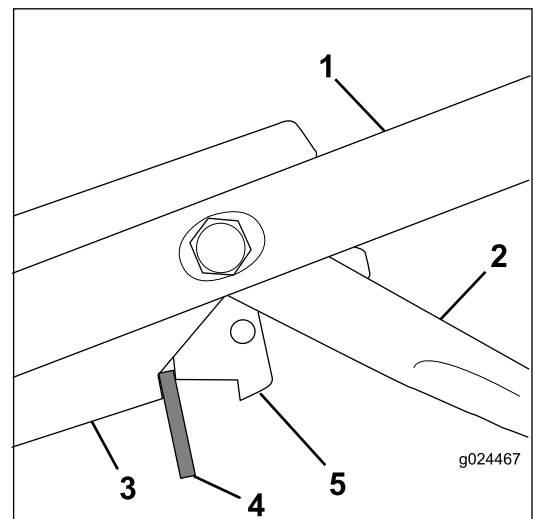

Figura 32
3. Inserte un espaciador de 8 mm (5/16") entre la palanca de control del freno de la cuchilla y el soporte de los controles del manillar (Figura 32).